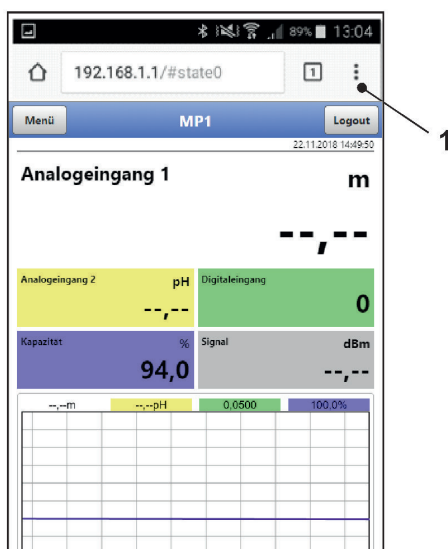
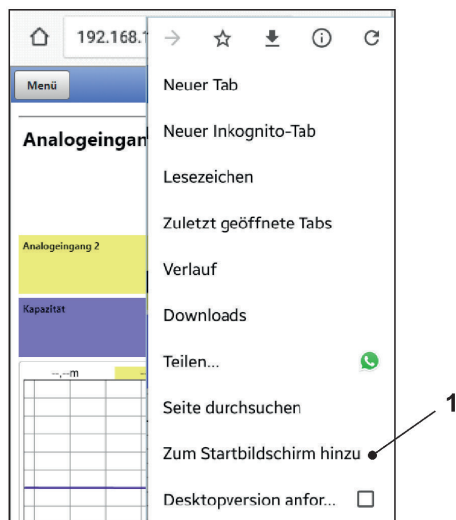

Abb. 29-6 Anzeige NFM-Display im Browser
Abb. 29-7 Zum Startbildschirm hinzu
Nach erfolgreicher Verbindung erscheint das Display des NivuLevel Mobile (Abb. 29-6).
8. Zum Einrichten eines Links auf dem „Home-Bildschirm“ (für einen direkten Zugang) das Symbol für weitere Tabs (Abb. 29-6 Pos. 1) und Einstellungen antippen und „Zum Startbildschirm hinzu“ (Abb. 29-7 Pos. 1) auswählen.